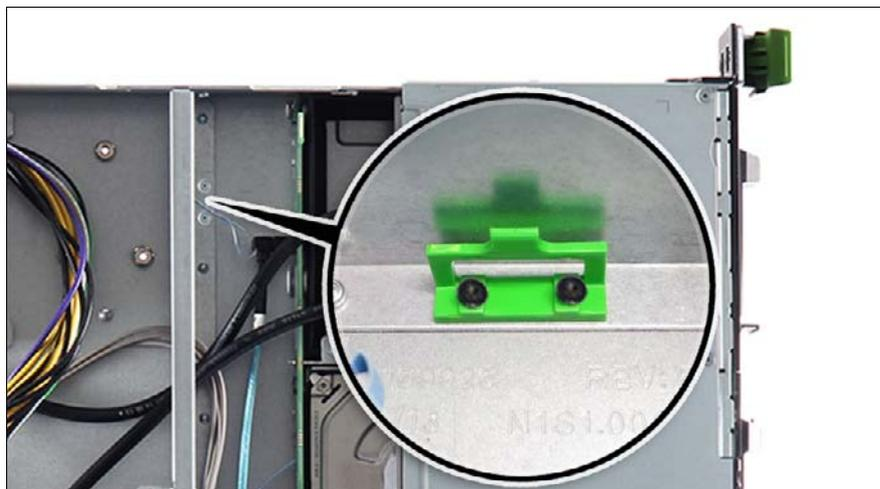

図 156: ファンブリッジ上の ODD ラッチの例
- ▶ 2 本のネジを取り外して、ODD ラッチをファンブリッジから取り外します（図 156 を参照）。
- ▶ 2本のネジで ODD ラッチをファンブリッジに固定します（図 156 を参照）。